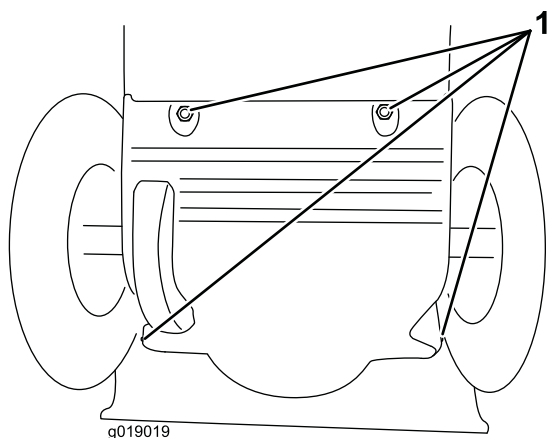

Figura 34
3. Retire a cobertura traseira (Figura 34).